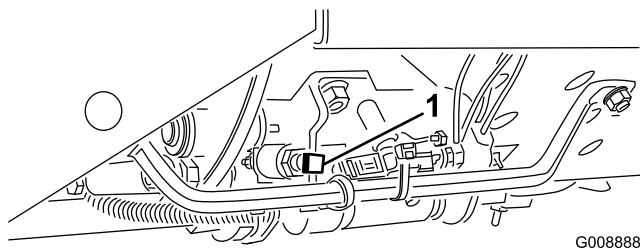

Рисунок 17
**Внимание:** Скорость скашивания устанавливается на заводе-изготовителе и составляет 9,7 км/ч. Ее можно увеличить или уменьшить, отрегулировав стопорный винт скорости (Рисунок 17).